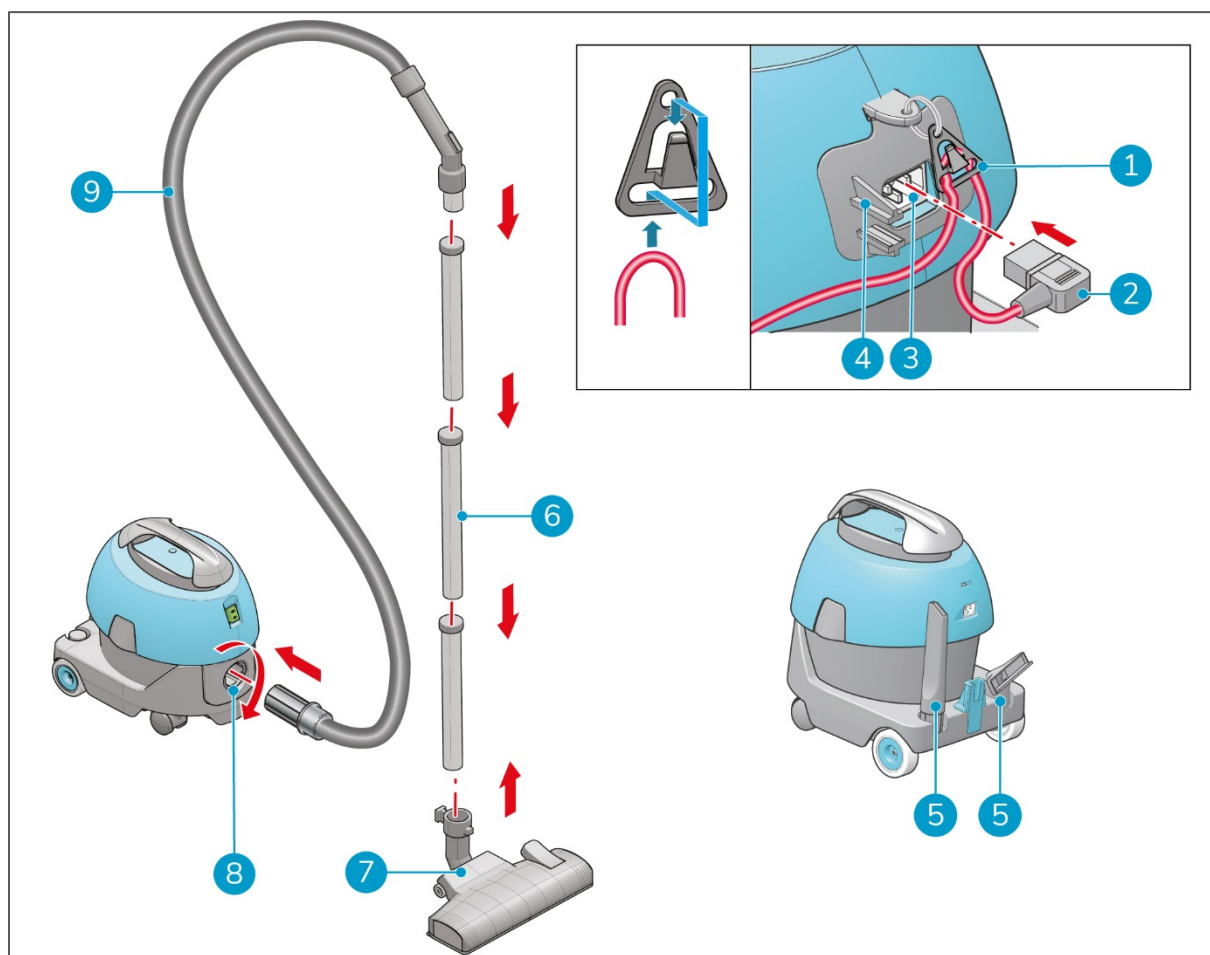

Figura 7
1. Posizionare il cavo di alimentazione principale nel pressacavo (Figura 7, pos 1), a una lunghezza del cavo di circa 10-12 cm dalla macchina.
2. Posizionare la spina del cavo di alimentazione principale (Figura 7, pos 2) nel connettore (Figura 7, pos 3).
3. Posizionare la spina del cavo di alimentazione principale nel morsetto (Figura 7, pos 4).
4. Inserire il tubo (Figura 7, pos 9) nella presa del tubo flessibile (Figura 7, pos 8).
6. Inserire il tubo flessibile nell'asta (Figura 7, pos 6).
7. Collegare lo strumento desiderato (Figura 7, pos 7) sull'estremità stretta dell'asta.
8. Posizionare gli strumenti non utilizzati sulle staffe (Figura 7, pos 5).